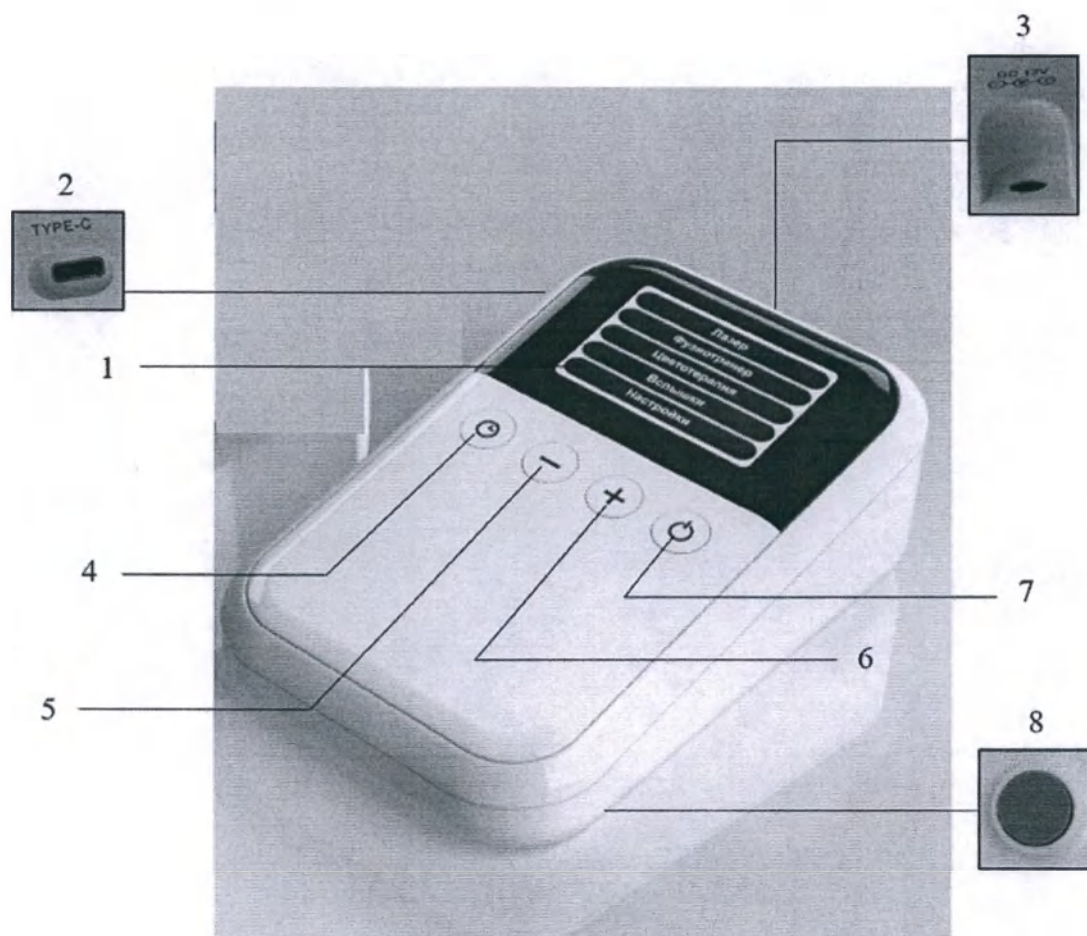

Рисунок 4 – Пульт управления, где:
- пульт управления (рисунок 4, таблица 2);
Пульт управления обеспечивает управление всеми функциями аппарата (рисунок 4, таблица 2). Пульт управления выполнен в виде отдельного устройства, состоящего из корпуса, электронной платы управления и индикации, сенсорного дисплея и 4-х кнопок управления.